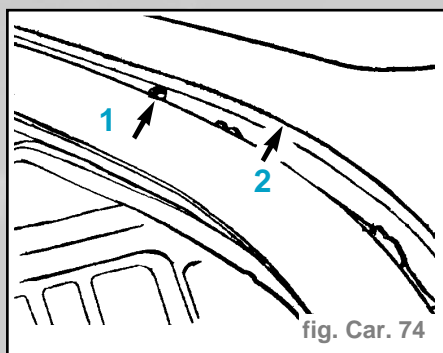

fig. Car. 74
**Attention :** Ne pas endommager la fixation pour le support (1) et le rebord de toit (2) ( fig. Car. 74).